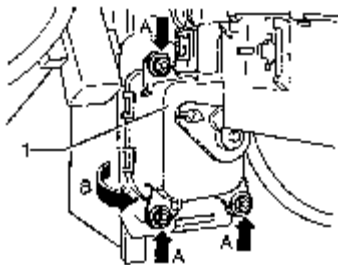
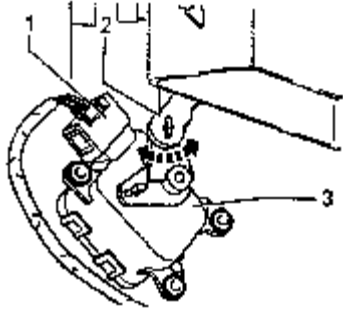

图 13-60 拆卸伺服电机
图 13-61 取出伺服电机
④脚部空间活门和除霜器活门伺服电机 V85 的拆卸和安装
a. 拆卸：拆卸仪表板，将仪表板横梁从横壁上脱开。将分配器箱和蒸发器壳体抬起来。如图 13-60 所示，拧出箭头 A 所指的紧固螺栓（TORX T15），从壳体上取下伺服电机 3。如图 13-61 所示，拔掉插接件 1，旋转操作杆 2 从而取下伺服电机 3。